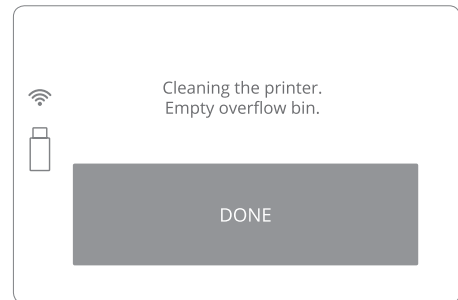

Abbildung 48. Bildschirm OVERFLOW BIN reinigen.
16. Setzen Sie die OVERFLOW BIN wieder ein und drücken Sie auf „DONE“ („ERLEDIGT“) (Abbildung 48).